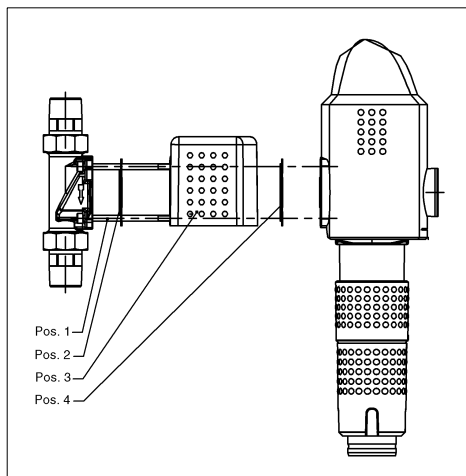

Fig. 4: JUKO-LongLife avec ECO-SAFE sur JQE sans baïonnette
- Monter chacun des composants (cf. fig. 4).